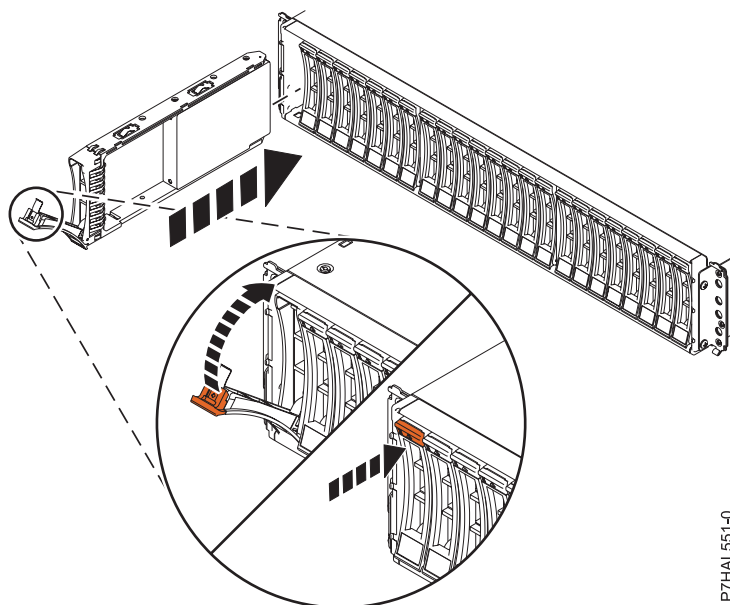

Figure 9. Installation de l'unité de disque dans le 58/87
1. Avec la poignée en position déverrouillée, comme illustré à la figure 9, maintenez l'unité par le dessous pour l'aligner avec les rails de guidage dans l'unité d'extension.